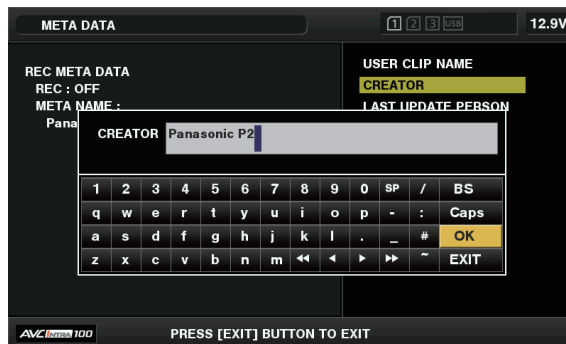

Fig. 2
- Un écran de clavier logiciel s'affiche, ce qui vous permet de modifier les réglages. (Fig. 2)